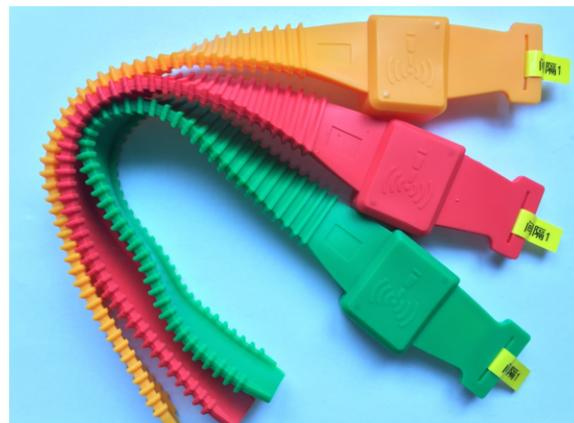

图2无线测温传感器
- 3) 无线测温传感器安装编号问题：安装时同一间隔按照传感器上的一致编码安装，如黄绿红三色传感器统一编号为间隔1，即此三个传感器安装在间隔1内，对应的温度数据在装置液晶上的间隔1条目上显示，如图2所示。